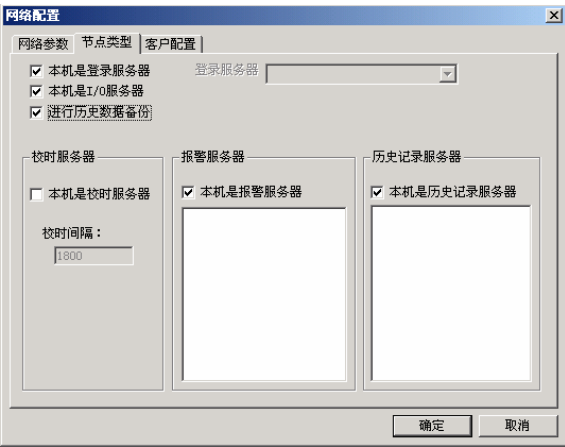

图 11-3 服务器节点类型页对话框
- 3、单击网络配置窗口中的“节点类型”属性页，其属性页的配置如图 11-3 所示：